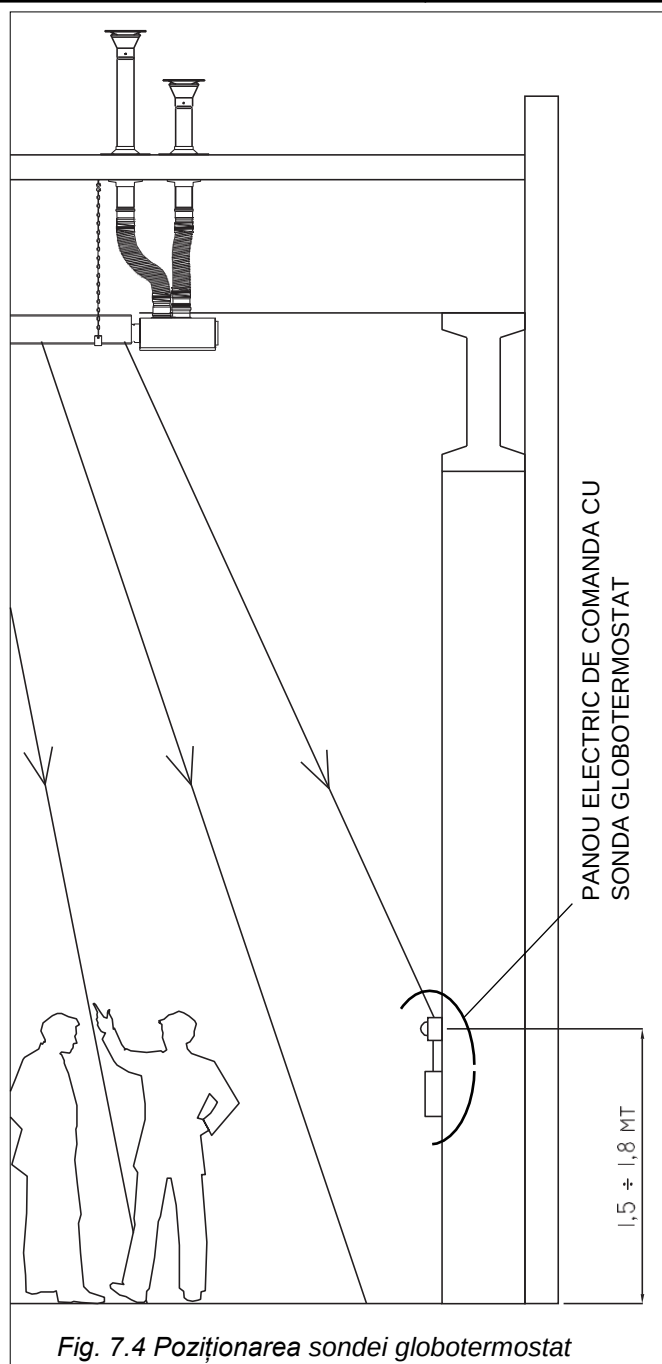

Fig. 7.4 Poziționarea sondei globotermostat
- Se va poziționa termostatul de ambient la o înălțime de 1,8m față de pardoseală și într-o zonă astfel încât globotermostatul să fie în câmpul de radiație al modulelor radiante; numai în această manieră sonda de temperatura va putea primi radiația infraroșie emisă de tuburile radiante și deci, va controla condițiile de confort termic local (fig. 7.4).